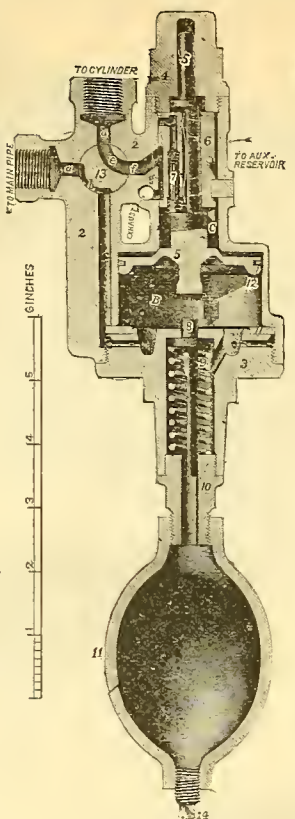

Fig. 333.
- (And in Fig. 333, Drain cup also.)
14. (Fig. 333). Drain-cup Plug.